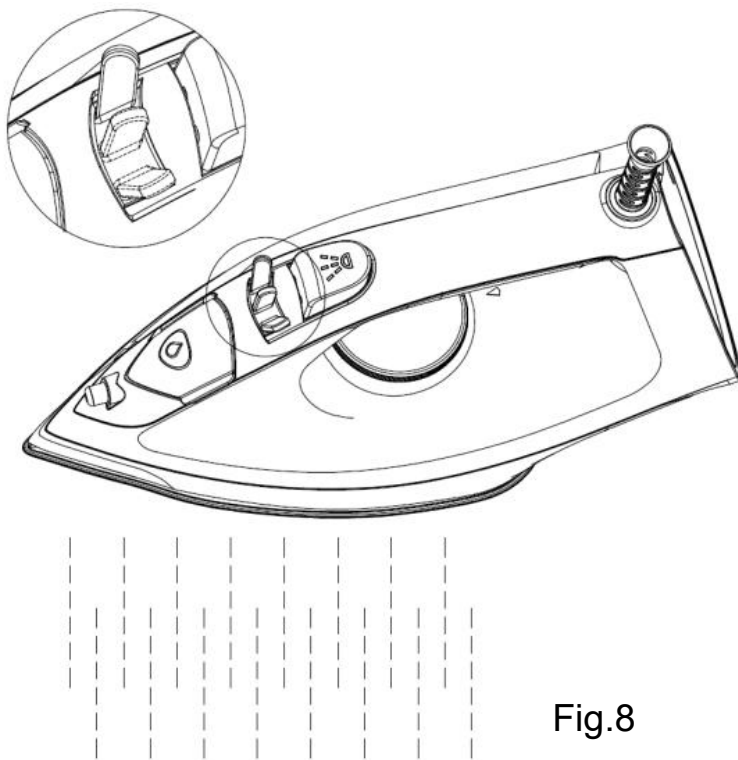

Fig.8
66.Powinniśmy regularnie czyścić urządzenie zgodnie z twardością wody i częstotliwością użytkowania . Aby aktywować funkcję Clean, przekręć pokrętkę Steam na ustawienie Clean i przytrzymaj je (patrz rys. 8), a następnie urządzenie przejdzie w tryb czyszczenia. Urządzenie przejdzie w tryb pary po zwolnieniu pokrętki Steam.
- (11) Nigdy nie dotykaj gorącej stopy żelazka , dopóki nie ostygnie !
- (12) Aby podeszwa żelazka pozostała gładka , należy zapobiegać jej kontaktowi z przedmiotami metalowymi. Nigdy nie używaj szorstkiej gąbki, octu ani innych środków chemicznych do czyszczenia stopy żelazka .
20. Regularnie czyść wnętrze urządzenia poprzez włączenie funkcji czyszczenia (patrz rys. 8).